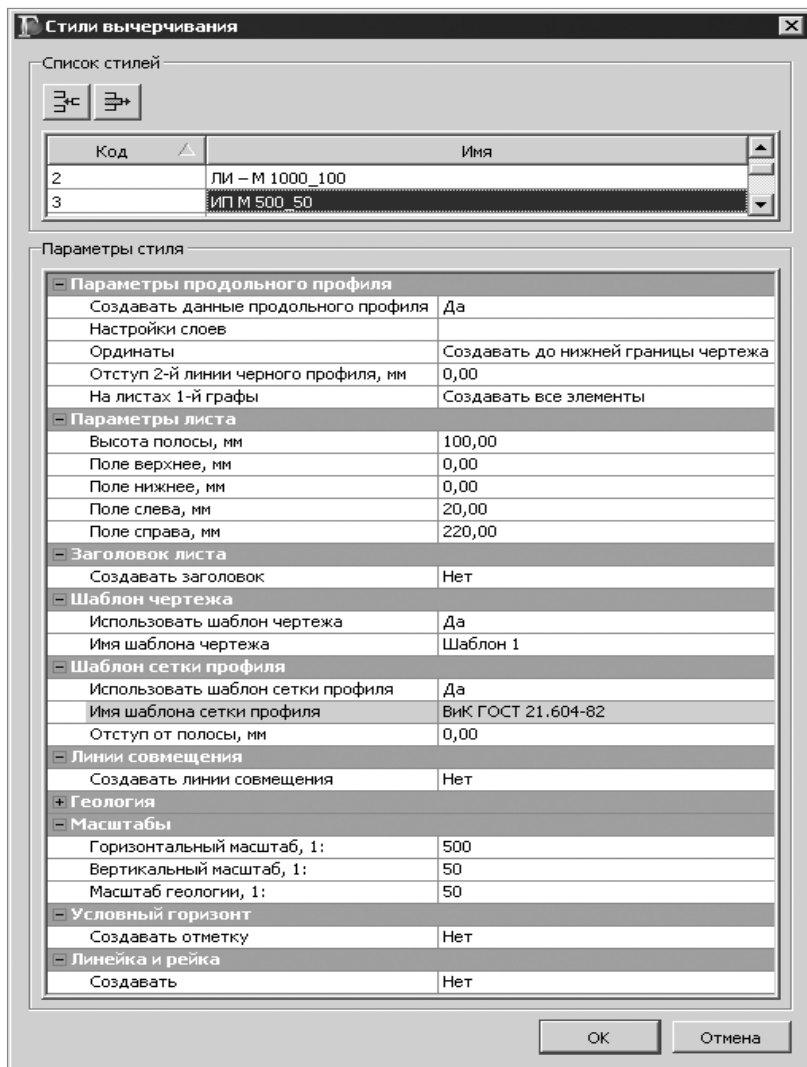

Рис. 13.4
Перед созданием чертежей продольного профиля можно выполнить настройку стилей вычерчивания. Стили создаются, редактируются, удаляются в отдельном диалоге **Стили вычерчивания** (рис. 13.4), который вызывается одноименной командой, находящейся в меню **Сетка чертежей профиля**. Стили вычерчивания являются общим ресурсом, импортируются и экспортируются через файл DBX. В стиле задаются практически все свойства, которые необходимы для оформления чертежа. Подробнее рассмотрим наиболее важные. В группе **Параметры продольного профиля** в строке **Настройка слоев** с помощью кнопки ... открывается диалог, где для слоев проектов **Профили** и **Разрез модели**
2. В открывшемся диалоге **Стили вычерчивания** (рис. 13.4) в **Списке стилей** выберите стиль – *ИП М 500_50*.